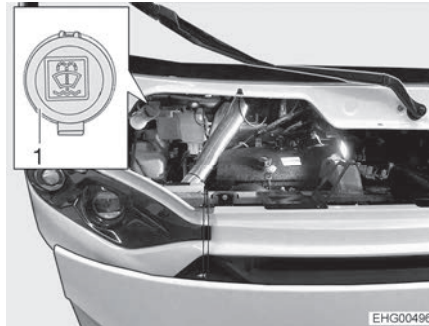

Bild 17 Einfüllstutzen (Scheibenwaschwasser)
- Deckel (Bild 17,1) am Einfüllstutzen des Waschwasserbehälters öffnen.